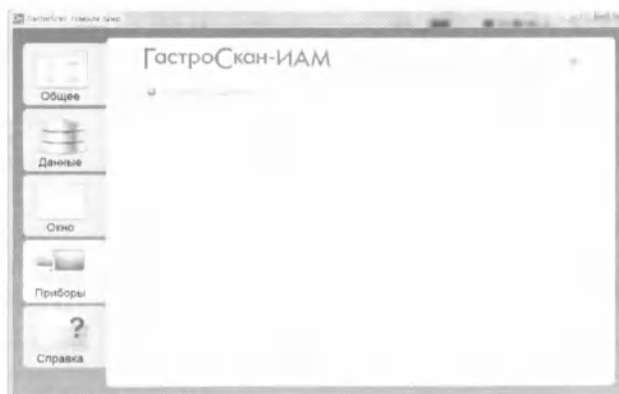

Рис. 1. Меню задачи **Gastroscan**
4.5 Войдите в задачу **Gastroscan**. На экране меню задачи (рис. 1).